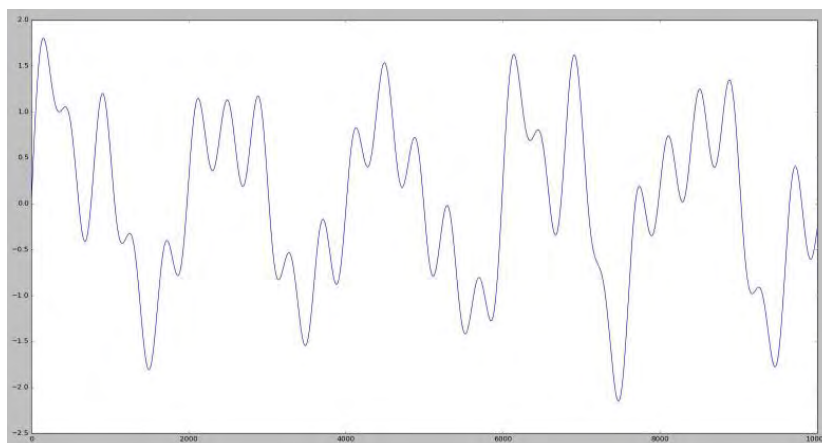

图 2.3 基波谐波间谐波合成波
- 基波信号上叠加谐波、间谐波合成的波形，在仪器的测量间隔内，波形可能不再具有周期性，波形可能会出现无规则的波动与变化，如图 2.3。